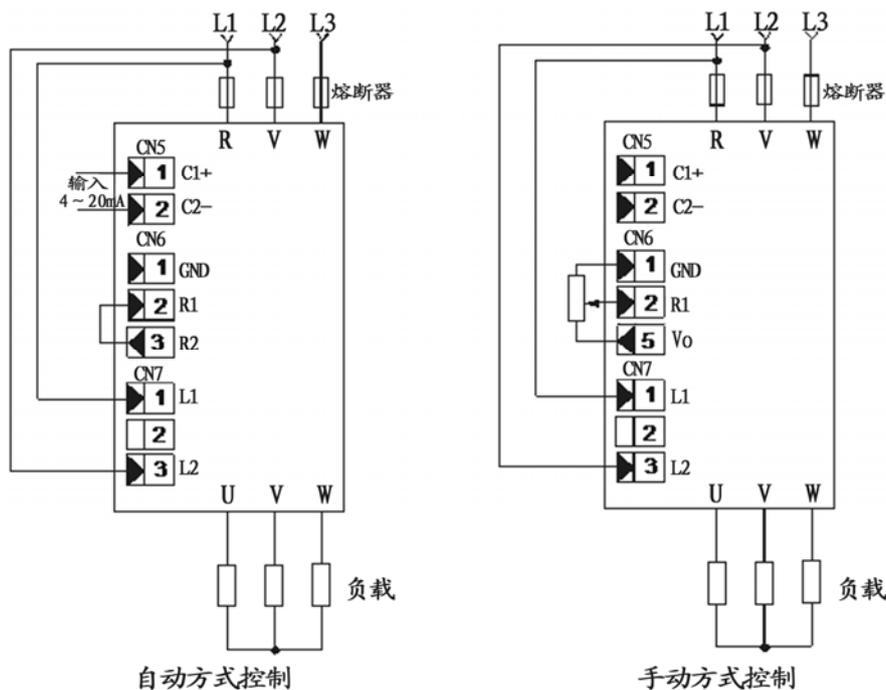

图 2-4 手动及自动时接线方式
① 自动时，若没有电压限制 R1 和 R2 必须短路。
② 为调试可靠、顺利地进行，一般先接假负载(如：100~200W 灯泡)。负载电压变化应连续、均匀、平稳，与输入信号成线性关系，各相电压之间应平衡。对于变压器负载，应将变压器一次侧断开后，再接假负载。按最简接线图 2-4（图 2-4 中两种方式均可）接线，进行自动或手动调试，电源电压应符合调压器的型号要求。
A. 自动调试：将仪表 4~20mA 的输出信号接到 C1、C2 端，R1、R2 短路，按图 2-4 中自动控制接线。绿色输入灯亮度随输入变化，负载电压也随输入均匀变化。